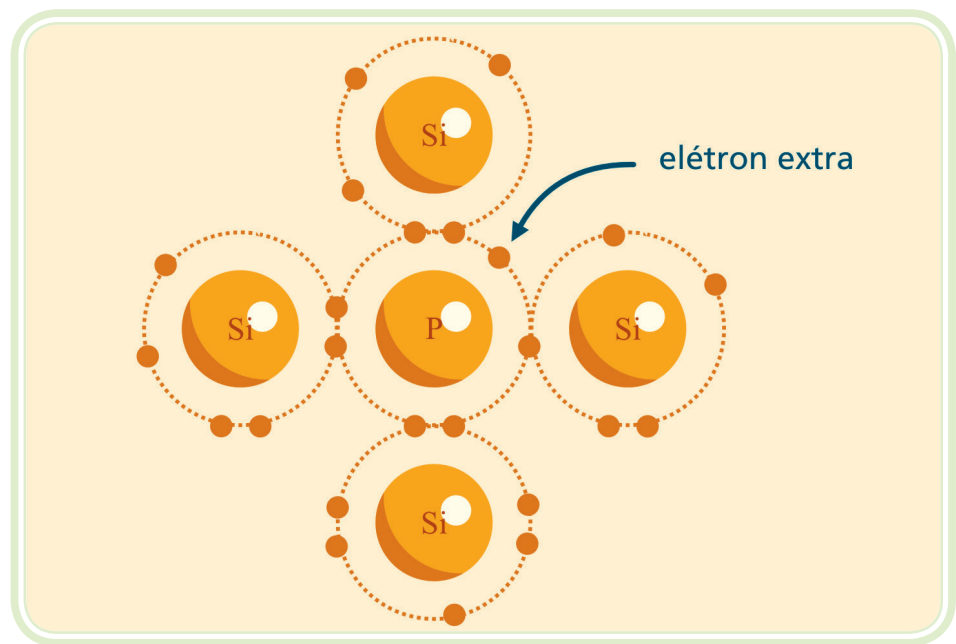

Figura 2.4: Cristal tipo N
- a) **Semiconductor tipo N** – o cristal que foi dopado com impureza doadora é chamado semiconductor tipo N, onde N está relacionado com negativo. Como os elétrons livres excedem em número às lacunas num semiconductor tipo N, os elétrons são chamados portadores majoritários e as lacunas, portadores minoritários (Figura 2.4).